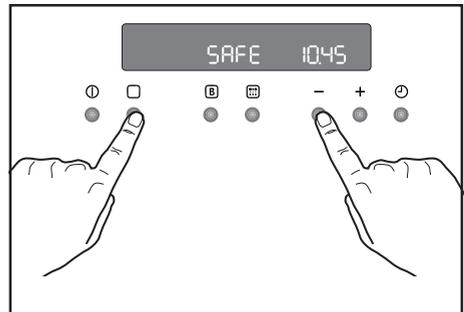

Fig. 13
- 2) Appuyez simultanément sur les touches  et "+" et maintenez-les enfoncées pendant 3 secondes environ. Un signal sonore est émis et "SAFE" s'affiche à l'écran (Fig. 13).